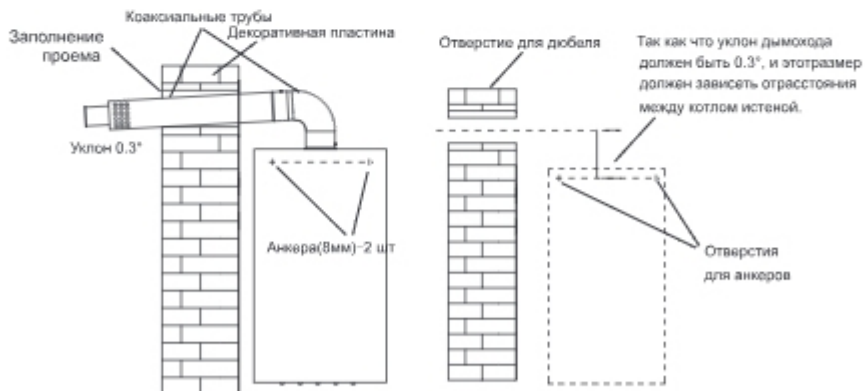

Рис.14
- 2)Боковой выход дымохода (рис.14)